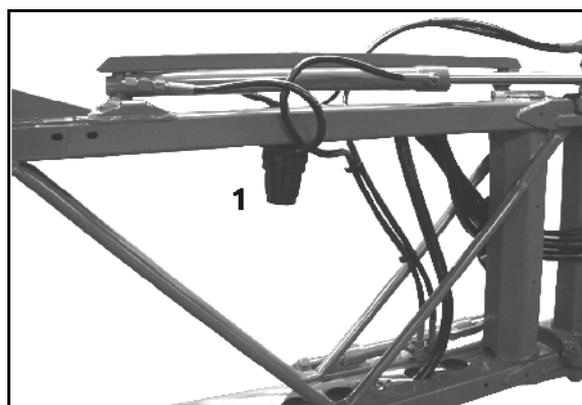

Fig. 152
- Reinigen Sie die LeitungsfILTER (Fig. 152/1) je nach Einsatzbedingungen alle 3 – 4 Monate.